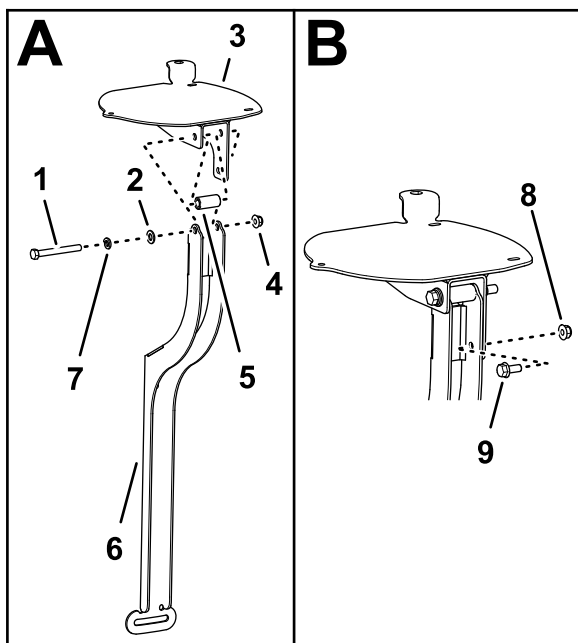

Figure 155
1. Alignez les trous du socle du récepteur de navigation, l'entretoise (3/8" x 1") et le support du récepteur (Figure 155).
- Fixez le socle du récepteur et l'entretoise au support avec un boulon (3/8" x 3/4"), une rondelle frein (3/8"), une rondelle (3/8" x 13/16") et un contre-écrou à embase (3/8"), comme montré à la Figure 155.
- Insérez le boulon à embase (5/16" x 3/4") et le contre-écrou (5/16") dans le petit trou du support du récepteur et dans la fente du socle (Figure 155).